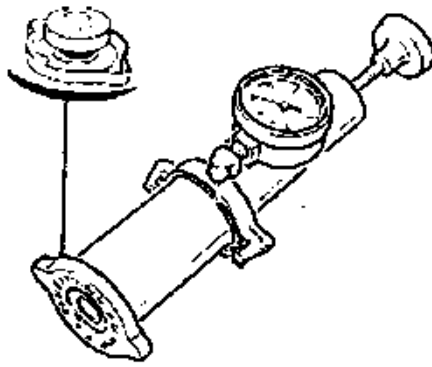

Figura 74: Teste da tampa do reservatório de expansão.
- 5 . Testar a tampa do reservatório de expansão, instalando-a no equipamento de teste, e pressurizando-o, registrar a leitura máxima atingida, comparando-a com a constante em especificações. Repetir o teste para verificar a válvula de depressão (Figura 74);